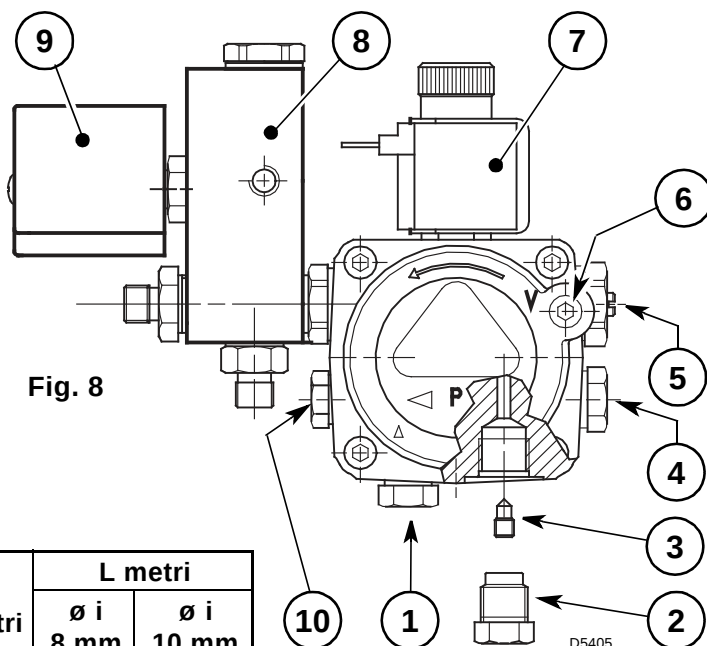

Fig. 8
- La pompa è predisposta per funzionamento bi-tubo. Per il funzionamento monotubo è necessario svitare il dado di ritorno (2), togliere la vite di by-pass (3) e quindi riavvitare il dado (2), (vedi fig. 8).
Nell'impianto di fig. 7 è sufficiente allentare l'attacco del vacuometro (6, fig. 8) ed attendere la fuoriuscita del combustibile.